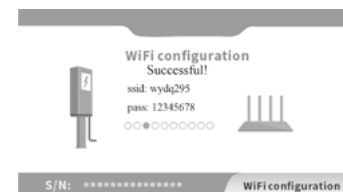

Abb.2 / WLAN Konfiguration erfolgreich
- Wenn alle Anzeigelampen einmal in der Sekunde blinken, zeigt dies an, dass die WLAN Konfiguration der Ladestation abgeschlossen ist. Gleichzeitig werden auf dem LCD Bildschirm „Erfolgreich“ sowie der Name und das Kennwort der WLAN-SSID angezeigt (Abb.2).